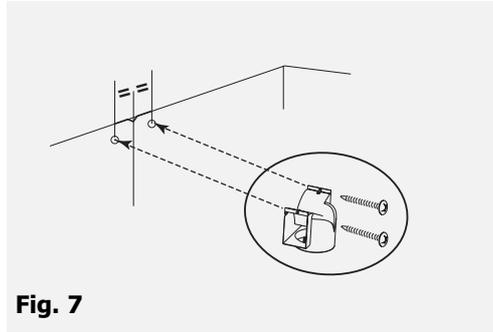

Fig. 7
- Fixez contre le mur, en appui sur le plafond, le déflecteur plastique des fumées. Prendre soin de centrer le déflecteur par rapport au trait vertical tracé sur le mur (fig. 7).